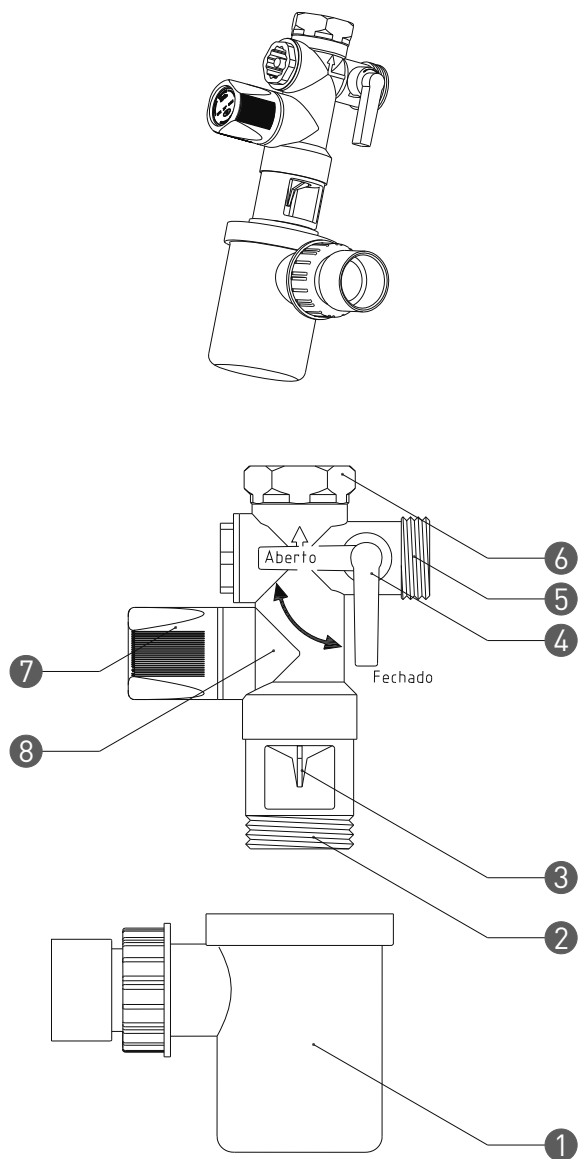

Fig. 3 - Grupo Hidráulico 3/4"
- Grupo hidráulico de 4 funções (**Fig. 3**):